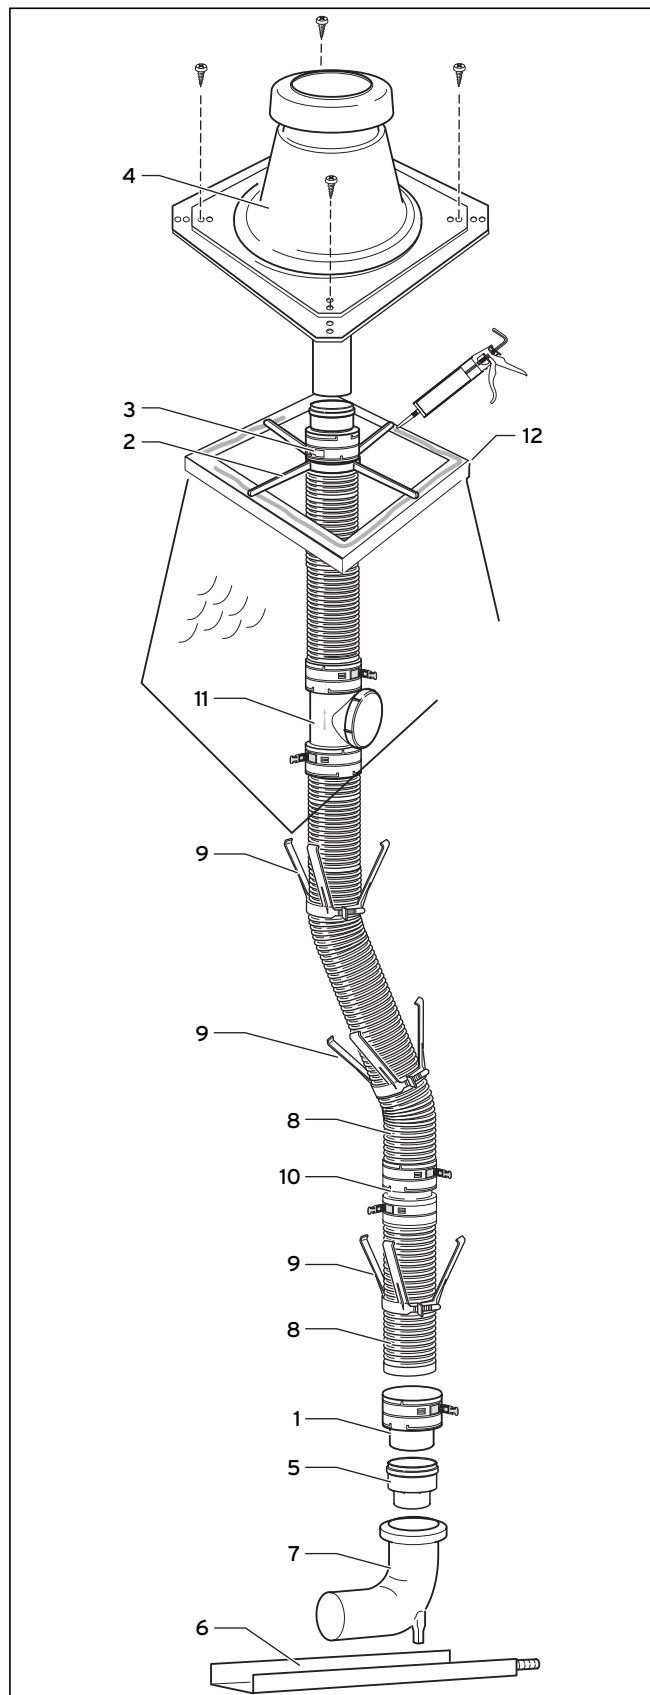
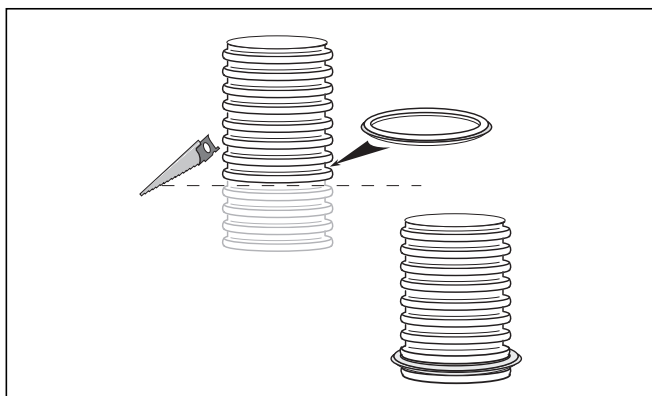

Рис. 4.54 Системная конструкция гибкого отвода ОГ
Рис. 4.55 Укорачивание гибкого отвода ОГ и монтаж уплотнения
- Затем монтируйте уплотнение в самом нижнем неповрежденном желобке отвода ОГ (→ рис. 4.55).
- Надвиньте нижний конец отвода ОГ (8) до упора во вставной элемент (1) и закрепите его защелкивающимися запорами.
- Смонтируйте распорки (9, → рис. 4.54) на расстоянии не более 2 м у отвода ОГ.